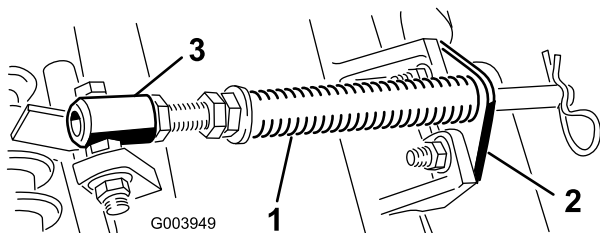

Figura 4
- A. Retire los 2 pernos de cuello cuadrado y las tuercas que sujetan el soporte de la varilla a las pestañas de la unidad de corte (Figura 4).
- B. Retire la tuerca con arandela prensada que fija el perno del tubo del muelle a la pestaña del bastidor de tiro (Figura 4). Retire el conjunto.